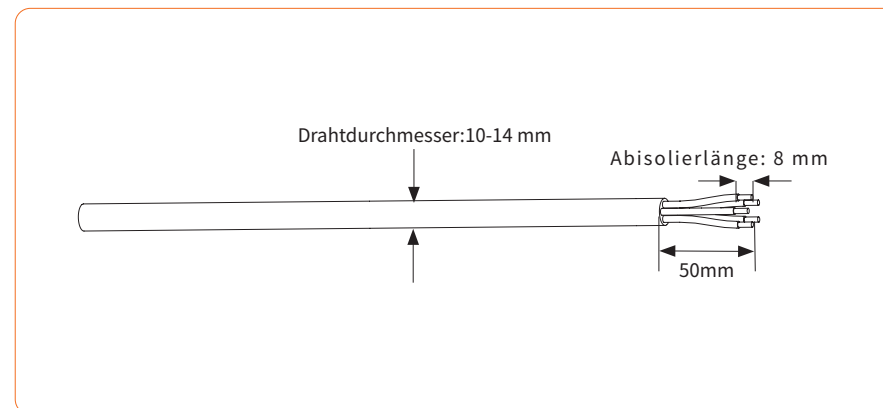

Abbildung 4-21
② Wählen Sie entsprechend der obigen Tabelle ein geeignetes Kabel aus, schälen Sie die Isolierhülle des AC-Kabels 50 mm weit ab und schälen Sie das Ende der 3L /PE / N-Drähte 8 mm weit ab, wie in Abbildung 4-21 gezeigt: